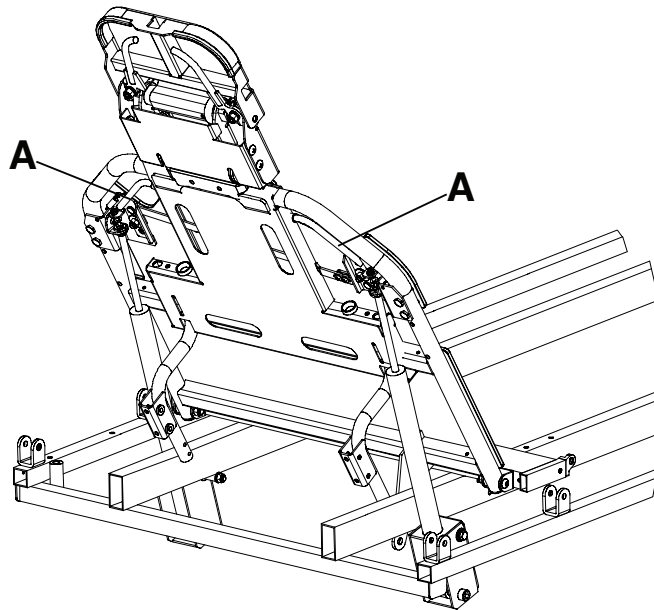

Figura 3 – Respaldo Fowler
Para subir el respaldo Fowler, apriete las asas liberadoras del respaldo Fowler (A) y tire hacia arriba del respaldo Fowler hasta la posición deseada (Figura 3).
Para bajar el respaldo Fowler, apriete las asas liberadoras del respaldo Fowler (A) y empuje hacia abajo el respaldo Fowler hasta la posición deseada (Figura 3).